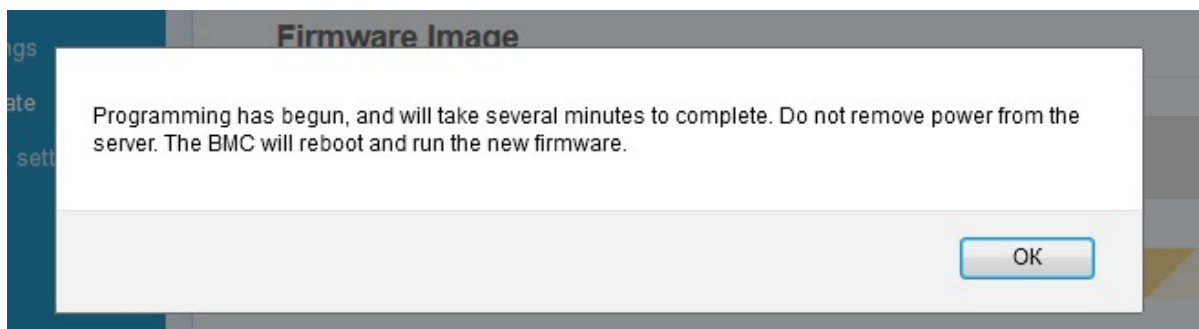

Рис. 92. Окно процесса установки обновления
- 6) После нажатия кнопки «UPLOAD FIRMWARE» появится окно установки обновления. Окно показано на рис. 92 Окно процесса установки обновления